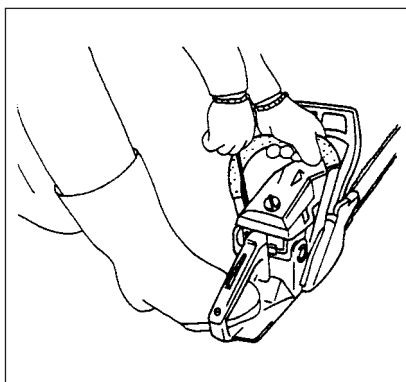

Fig. 2-4
3. Tirer lentement sur le starter à recul jusqu'à ce que vous sentiez une résistance de compression, puis tirer vivement tout en prenant soin de bien conserver la poignée en main et de ne pas laisser revenir. (Fig. 2-4)